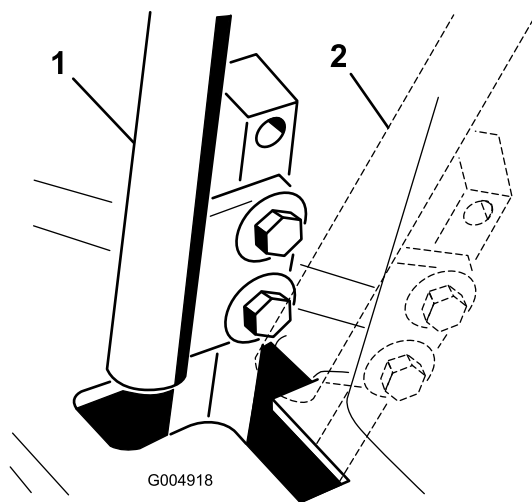

Figura 50
4. Mueva la palanca de control a la posición de PUNTO MUERTO, pero **no a la posición de bloqueo** (Figura 50).
6. Compruebe la posición de la palanca de control con relación a la muesca de la consola (Figura 50).